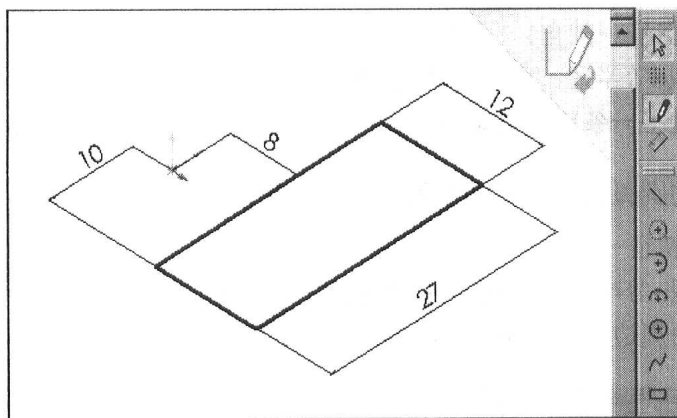

图 1-4 对草图进行尺寸标注
- 9** 草图 1 绘制完毕，如图 1-4 所示，退出草图绘制状态。